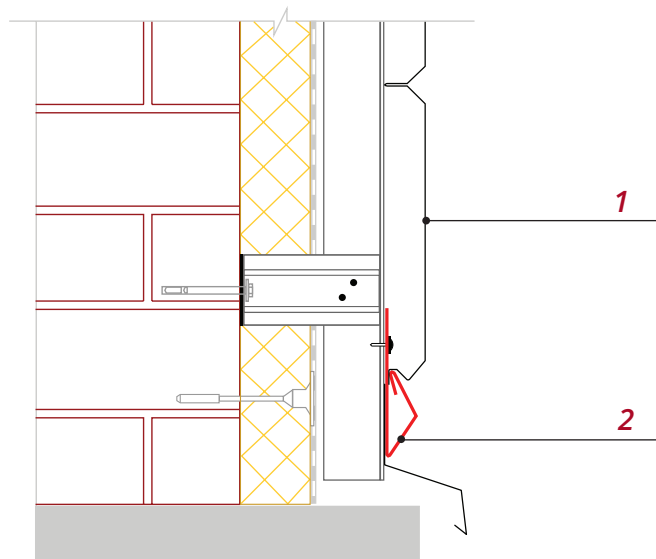

Рис. 17
■ Вставьте панель в пазы доборных элементов и выровняйте ее так, чтобы панель входила в пазы на половину его глубины (или на 10 мм), заведите первую панель **1** в Стартово-финишную планку **2**, как показано на рис.17.